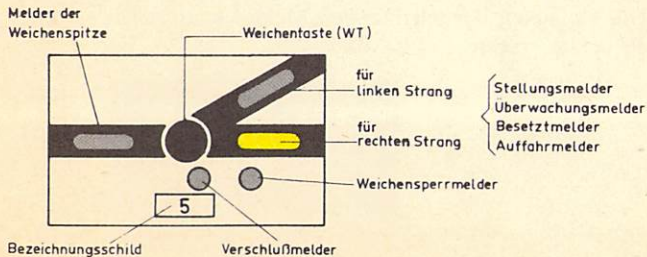

Bild 9
(1) Die Stellung der Weiche oder der Gleissperre stimmt mit der Anzeige des Stellungsmelders überein, wenn er Ruhelicht zeigt (vgl. Bild 9) – Ordnungsstellung – (vgl. aber § 15 Abs. 11). Der Stellungsmelder ist gleichzeitig Überwachungs-, Besetzt- und Auf-fahrmelder. Der Melder der Weichenspitze kann gleichzeitig Flankenschutzüberwachungsmelder sein (Zusatzbestimmungen).